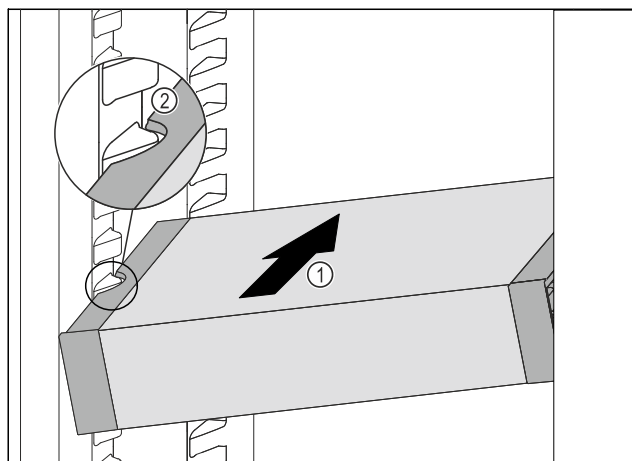

Fig. 123
- Introduzca el VarioSafe en posición oblicua en el compartimento del frigorífico Fig. 123 (1) hasta que los huecos laterales Fig. 123 (2) del VarioSafe se encuentren a la altura de la nervadura del recipiente en el compartimento frigorífico.